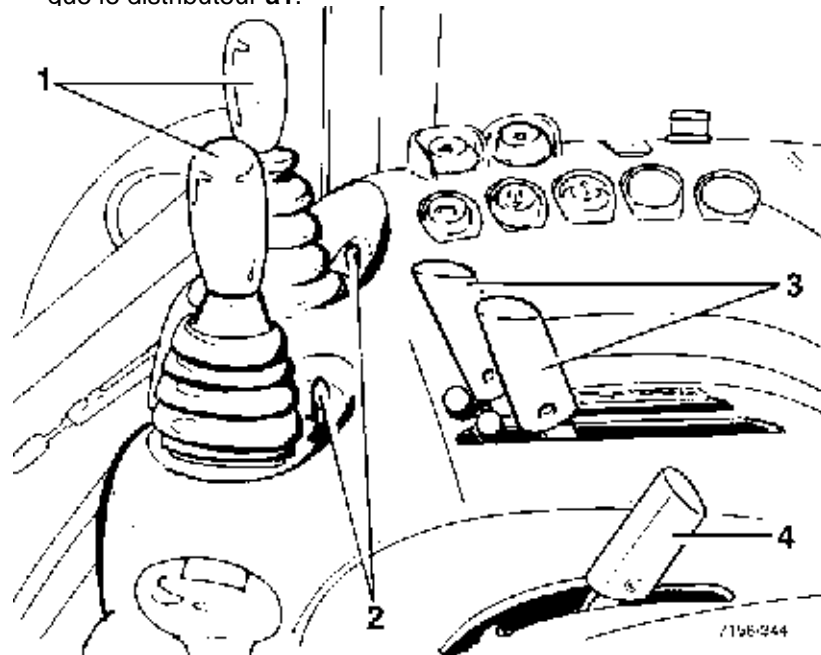

Fig. 39 - Distributeur hydraulique auxiliaire
- deux distributeurs à double effet (**a1+a2**), qui sont actionnés par un levier en croix (Fig. 39).
- Le tracteur peut également être équipé avec deux distributeurs double effet (**b1+b2**), actionnés par un second levier en croix (Fig. 39).
Pour des raisons de sécurité les leviers de commande des distributeurs peuvent être bloqués en position de neutre par les leviers de blocage prévus à cet effet (2 Fig. 39).